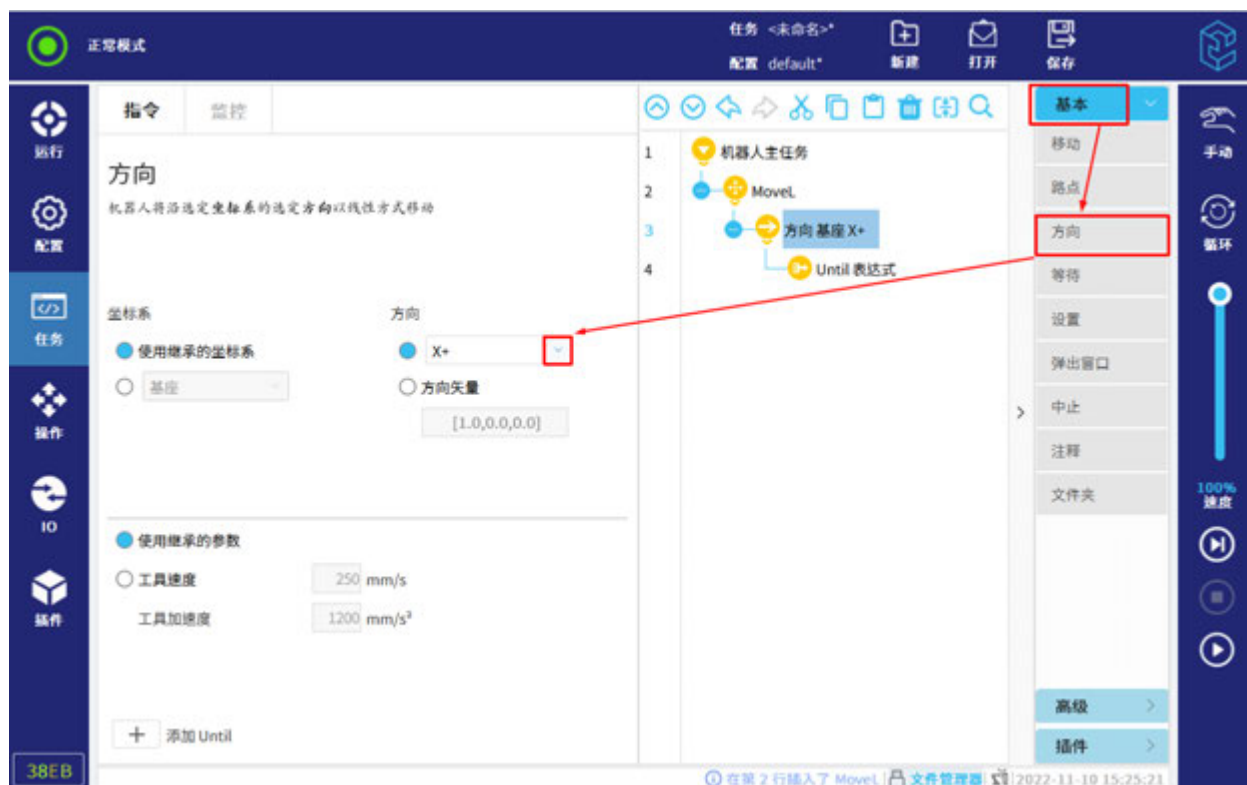

図 12-11 方向移動追加
2. 「座標系」において、リニア移動を図 12-11 に示すように定義する。